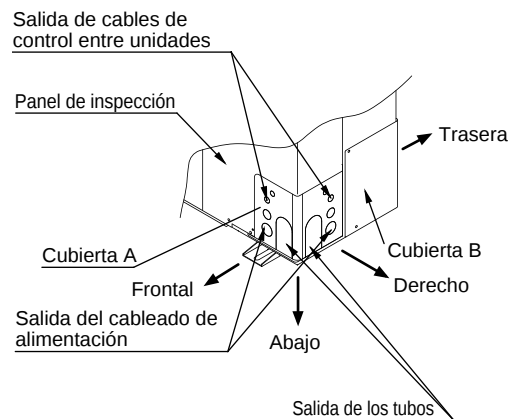

Fig. 4-2
- (1) Si la dirección de enrute es por la parte frontal, posterior o derecha, utilice unos alicates o una herramienta principal para cortar los orificios de extracción por golpeo de la salida del cableado de control entre unidades, la salida del cableado de la alimentación y la salida de la tubería de las cubiertas apropiadas A y B.
- (2) Si la dirección de enrute es hacia abajo, utilice unos alicates o una herramienta similar para cortar la brida inferior de la cubierta A. (Fig. 4-2)